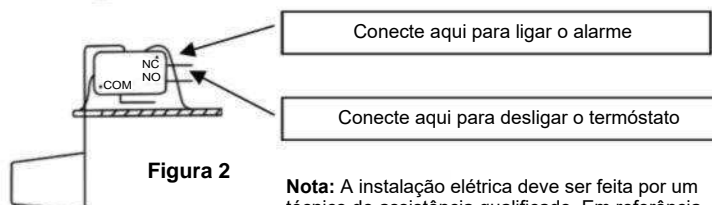

Figura 2
3. Interruptor de segurança: O interruptor de segurança deve ser ligado a um circuito de baixa tensão classe II. Para monitorizar um circuito termostático, as ligações COM e NO do interruptor de segurança devem ser ligadas em série com o circuito termostático de baixa tensão para desligar o circuito de aquecimento / AC. Os contactos dos interruptores COM e NC podem ser utilizados para ligar um circuito de alarme de subtensão (ligado em série) se o sistema de aquecimento e arrefecimento não puderem ser interrompidos. O interruptor de segurança vem de fábrica com cabos ligados aos terminais COM e NO. A ligação típica dos circuitos "NC" seriam (Figura 2 & 3).